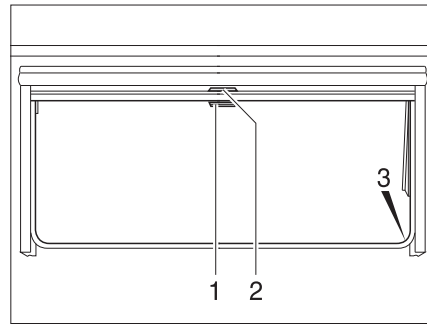

Bild 76 Ausstellfenster
- Verdunklungsrollo am Griff (Bild 76,2) nach unten ziehen. Wenn das Verdunklungsrollo ganz geschlossen wird, das Verdunklungsrollo auf beiden Seiten am Fensterrahmen in die Arretierung (Bild 76,3) einhängen.
- Wenn das Verdunklungsrollo vollständig geschlossen ist: Den Griff (Bild 76,2) nach unten drücken und den Griff dabei leicht nach innen ziehen. Das Verdunklungsrollo aus den Arretierungen links und rechts am Fensterrahmen aushängen.
- Wenn sich das Verdunklungsrollo in Zwischenposition befindet: Den Griff (Bild 76,2) leicht nach unten ziehen, bis sich die Arretierung gelöst hat.
- Insektenschutzrollo am Griff (Bild 76,1) nach unten ziehen und auf beiden Seiten am Fensterrahmen in die Arretierung (Bild 76,3) einhängen.
- Griff (Bild 76,1) nach unten drücken und den Griff dabei leicht nach innen ziehen. Das Insektenschutzrollo aus den Arretierungen links und rechts am Fensterrahmen aushängen.